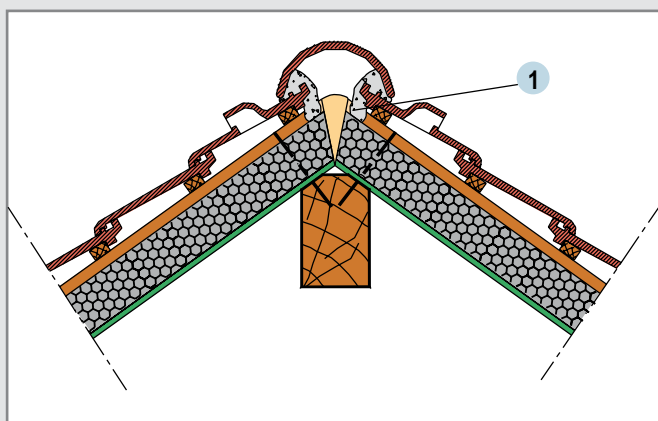
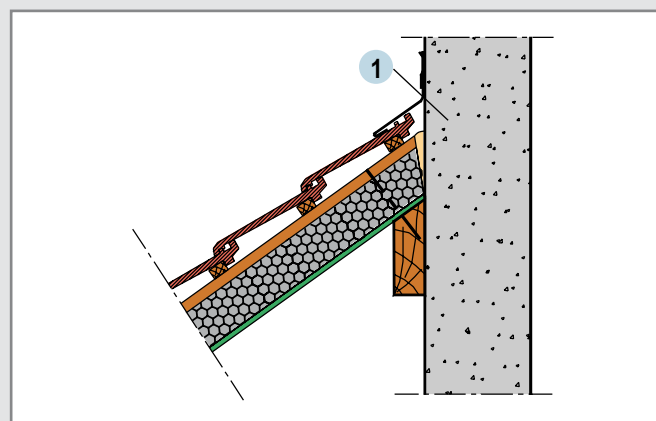

Fig. 7 : Faîtage double pente
Fig. 8 : Faîtage monopente
- par coupe biaise (fig. 7) ou monopente (fig. 8).